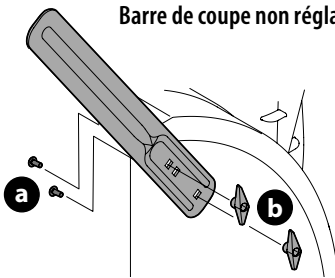

Figure 38
1. Retirez les boulons de carrosserie (a) et les écrous papillon (b) qui fixent chaque barre de coupe, puis retirez les barres de coupe. Voir (Figure 38).
2. Retournez les barres de coupe et placez-les sur le boîtier des tarières comme indiqué à la Figure 38.